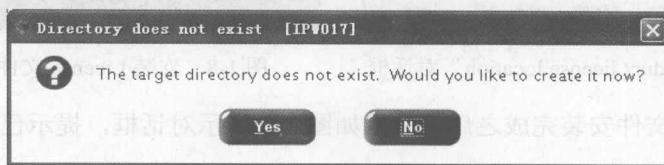

图 1-13 “Directory does not exist”窗口
(4) 选择“Source Location”(安装文件来源), 本例选择光驱(J 盘)根目录下; 然后选择“Target Location”(指定其安装目录)。
(5) 单击“Next”按钮, 弹出如图 1-13 所示的窗口。